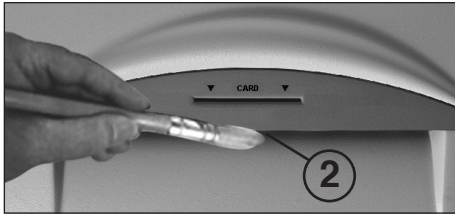

Abb. 4
**REINIGUNG DER FOTOZELLEN (Abb. 4):**